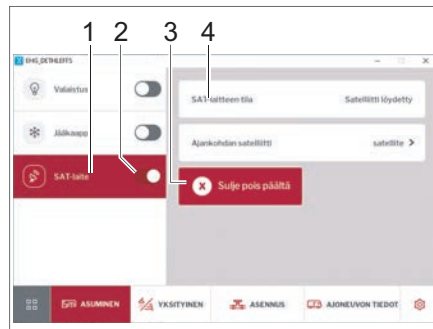

Bild 258 Satellitsystem
- Med skjutreglaget (Bild 258,2) sätter du på och stänger av satellitsystemet.
- Klicka på knappen *SAT-system* (Bild 258,1) tippen. Den valda satelliten visas. (Bild 258,4).
- Klicka på knappen *Nödstop* (Bild 258,3) om systemet stöter på motstånd.